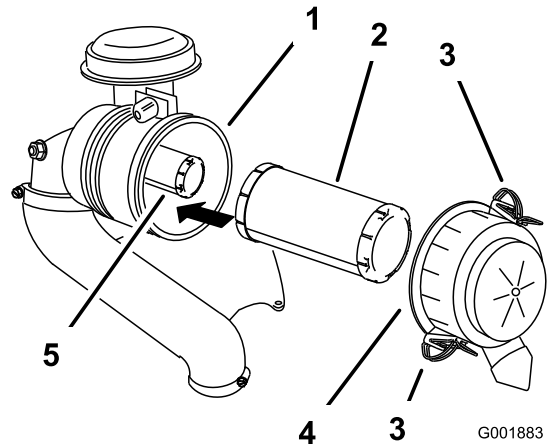

Figura 46
3. Ouvrez les dispositifs de verrouillage du filtre à air et détachez le couvercle du boîtier du filtre (Figura 46).
5. Sortez le préfiltre du boîtier du filtre avec précaution (Figura 46).
2. Si vous remplacez l'élément intérieur, insérez-le avec précaution dans le boîtier du filtre (Figura 46).
3. Placez ensuite le préfiltre sur l'élément de sécurité avec le même soin (Figura 46).
4. Remettez en place et verrouillez le couvercle du filtre à air (Figura 46).